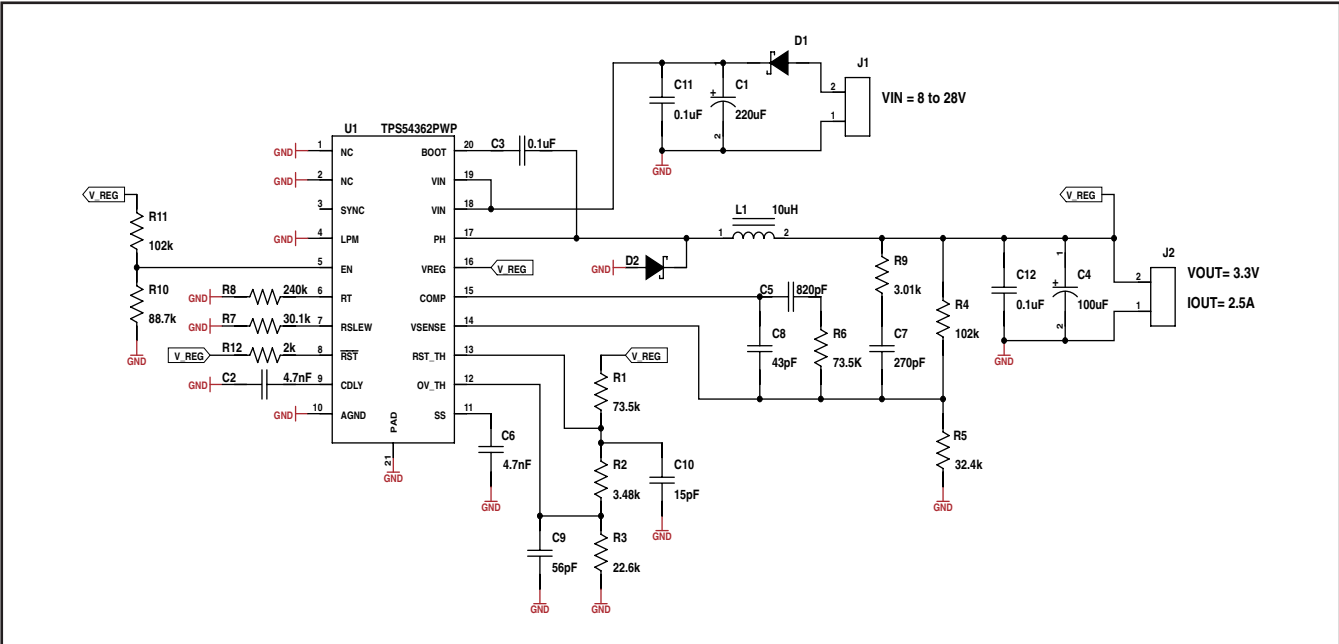

図 17
スイッチング周波数は、内部パワー・スイッチの最小オン時間、最大入力電圧と最小出力電圧、および周波数シフト制限に基づいて選択されます。レギュレータの最大周波数を求めるには、式 (18) を使用する必要があります。この周波数を設定するためにRT端子に接続する抵抗の値は、図17から外挿できます。